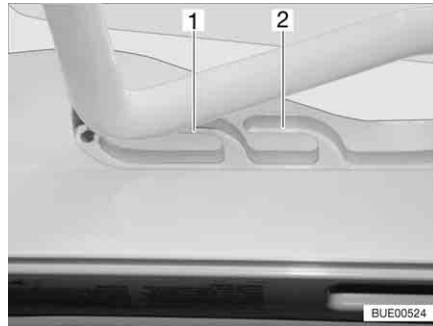
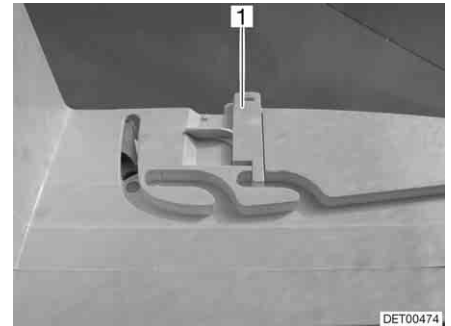

Fig. 86 Lanterneau Heki en position de ventilation
Fig. 87 Verrouillage position de ventilation
Il est possible d'amener le lanterneau Heki en deux positions de ventilation : Position pour mauvais temps (Fig. 86,1) et position intermédiaire (Fig. 86,2). Suivant le modèle, il est possible de verrouiller le lanterneau en position intermédiaire avec le verrou (Fig. 87,1).
- Pousser légèrement l'étrier vers le haut, le pousser dans la glissière choisie (Fig. 86,1 ou 2) et le verrouiller si nécessaire.